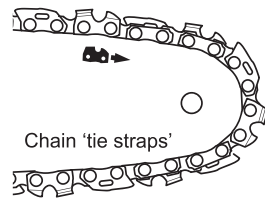

Fig. 11
1. Testez la tension de la chaîne (14) en soulevant la chaîne d'une main sans tenir l'appareil avec l'autre main. La chaîne est suffisamment tendue quand elle peut être décollée de 2-4 mm au niveau du milieu du guide-chaîne (13) (Figs. 11, 12).